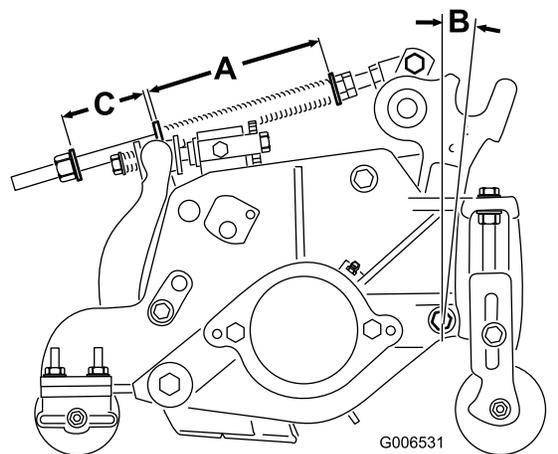

Figura 20
El muelle de compensación del césped (Figura 20) transfiere peso del rodillo delantero al trasero. Esto ayuda a reducir el patrón de ondulación en el césped.
1. Apriete la contratuerca del extremo trasero de la varilla del muelle hasta que el hueco (C) entre la parte trasera del soporte del muelle y la parte delantera de la arandela sea de 51 mm (Figura 20).
2. Apriete las tuercas hexagonales del extremo delantero de la varilla del muelle hasta que la longitud comprimida (A) del muelle sea de 15,9 cm (Figura 20).
Nota: Para segar césped ondulado, aumente la longitud del muelle comprimido (A) y la anchura del hueco (C) en 13 mm (Figura 20).